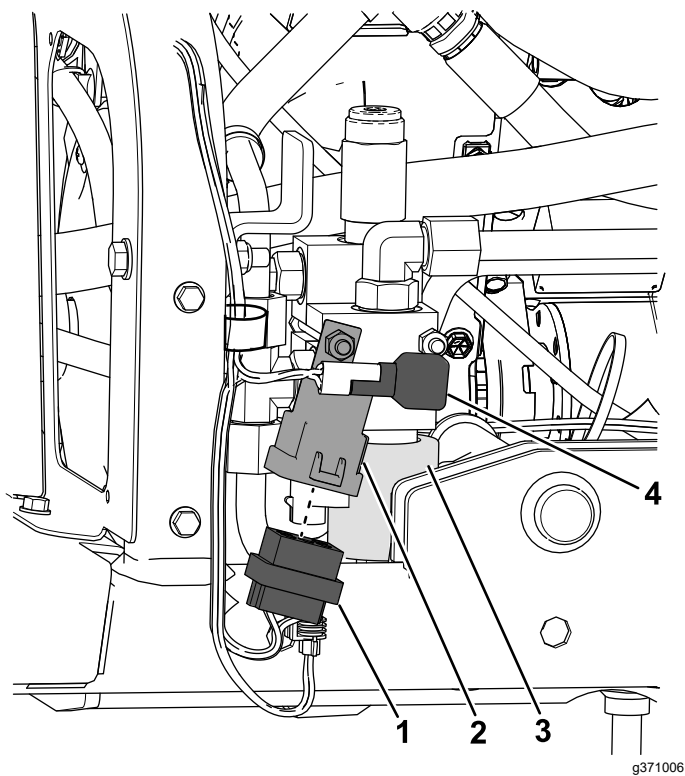

Bild 35
8. Befestigen Sie den rechteckigen Stecker am Relais, das neben dem Ventil montiert ist (**Bild 35**).
9. Befestigen Sie die kleine Steckverbindung am neuen Ventil (Bild 35).